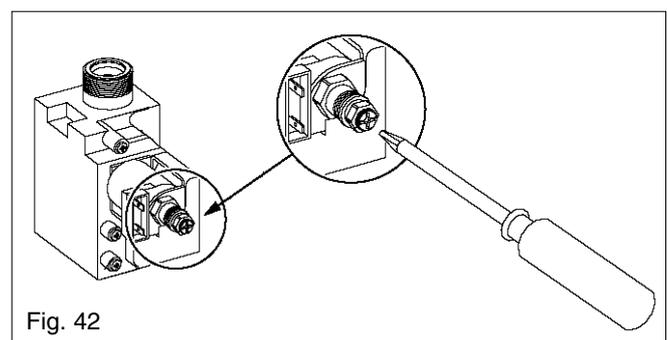

Fig. 42
7.3.2 SETTING THE MINIMUM BURNER PRESSURE fig. 42